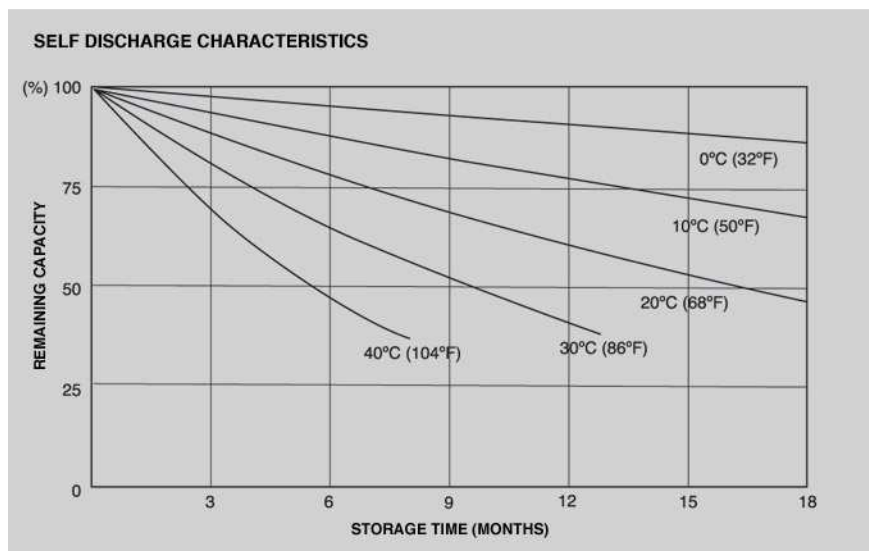

Fig. 5: Caracteristici specifice de autodescărcare ale bateriilor de acumuloare cu plumb
- *Caracteristica de autodescărcare*: În Fig. 5 sunt prezentate curbele de autodescărcare a bateriilor pe bază de plumb, funcție de temperatură mediului în care sunt stocate.